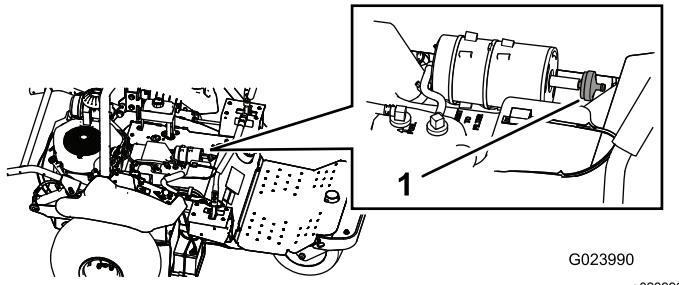

Figure 46
2. Boulon (4)
3. Détachez le filtre de la cartouche de charbon (Figure 46).